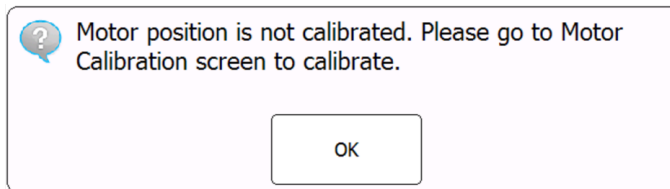

Abbildung 45 Benachrichtigung, wenn die Motorposition nicht kalibriert ist
Bei einer Motorkalibrierung (MC) wird die Position der einzelnen Wells festgelegt, die von den optischen Modulen für die einzelnen Steckplätze abgetastet werden. Geräte werden mit abgeschlossenem Motorkalibrierungsschritt geliefert. Zusätzliche Motorkalibrierungen sind nach dem Erhalt des Geräts normalerweise nicht erforderlich. Wenn Ihnen jedoch auf dem Gerätetouchscreen eine Benachrichtigung angezeigt wird, dass eine Motorkalibrierung erforderlich ist (**Abbildung 45**), drücken Sie **OK** und befolgen Sie dann die Eingabeaufforderungen auf dem Bildschirm.